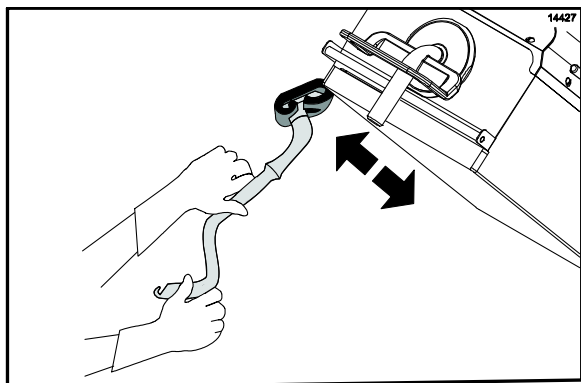

Рисунок 36
18. Нанесите моющий раствор для гриля на внешние кромки правой и левой верхних плит. (См. рис. 36)